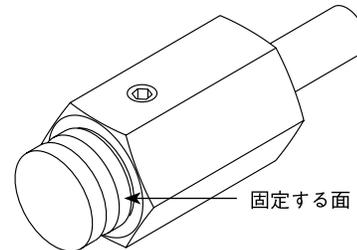
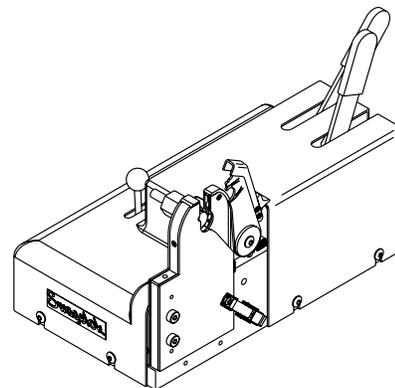

図 23：固定する面
図 24：所定の位置に固定されたセンタリング・ゲージ
2. 左側の可動型クランプを使用して、図 23 に示すようにセンタリング・ゲージを円形の面の奥までしっかりと固定します。図 24 をご参照ください。